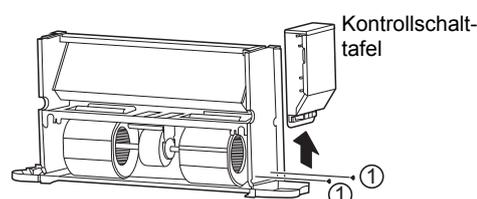

Abb. 4-7
f) Entfernen Sie, wie in Abbildung 4-7 gezeigt, die Schrauben ①*2 um den elektrischen Schaltkasten zu entfernen.